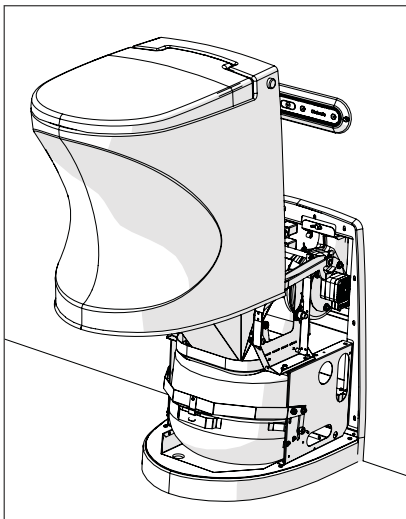

Abbildung 9
3. Heben Sie das Gehäuse vollständig von der Hubvorrichtung ab (Abbildung 9).